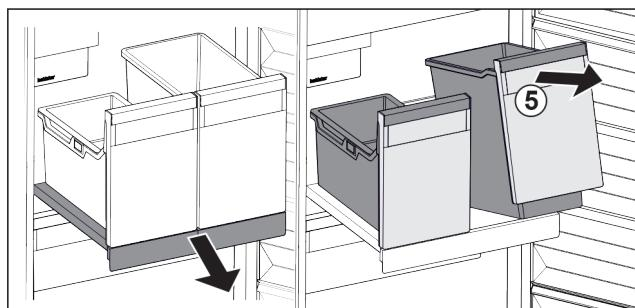

Fig. 18
- Nádobu Fig. 18 (5) vpředu nadzvedněte.